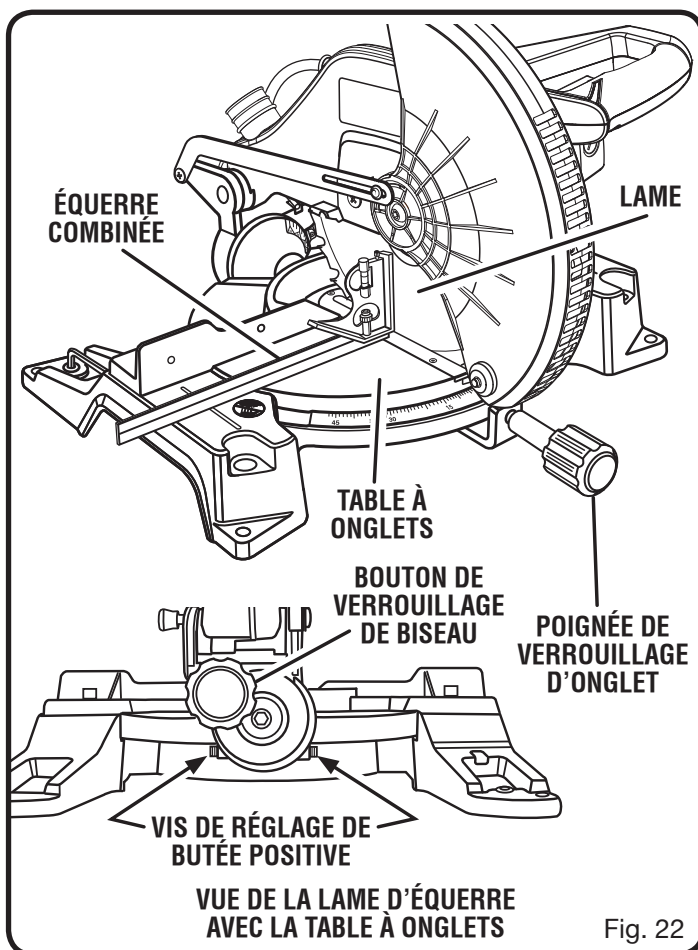

Fig. 22
See Figures 22 - 24.
- Le bord de l'équerre et la lame doivent être parallèles, comme le montre la figure 22.